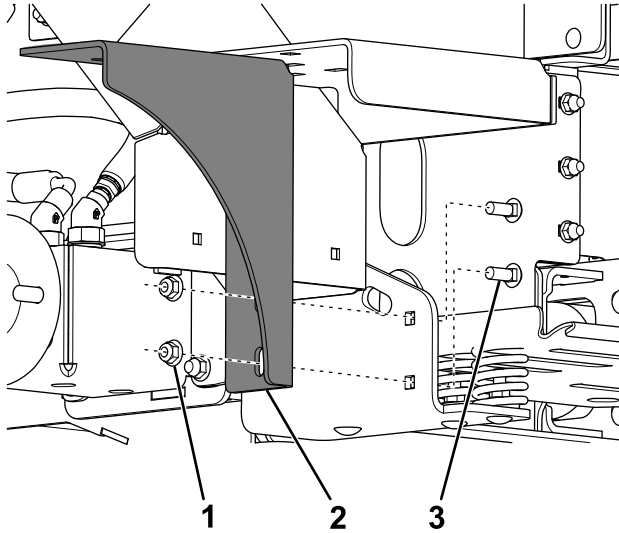

Figure 3
7. Fixez le support vertical gauche à la plate-forme de conduite à l'aide de 2 boulons courts et 2 écrous à embase (Figure 3).